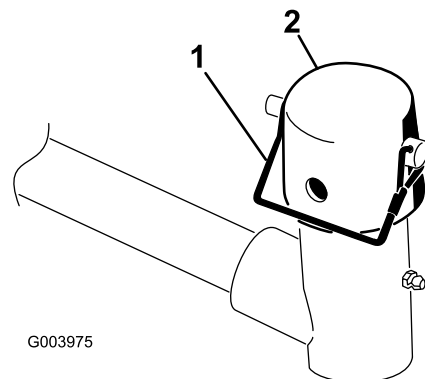

Bild 6
6. Nehmen Sie den Einraststift und die Kappe vom Gelenkjoch des Hubarms ab (Bild 6).
10. Befestigen Sie die Kappe und die Trägerrahmenwelle mit dem Einraststift am Hubarmjoch (Bild 6).